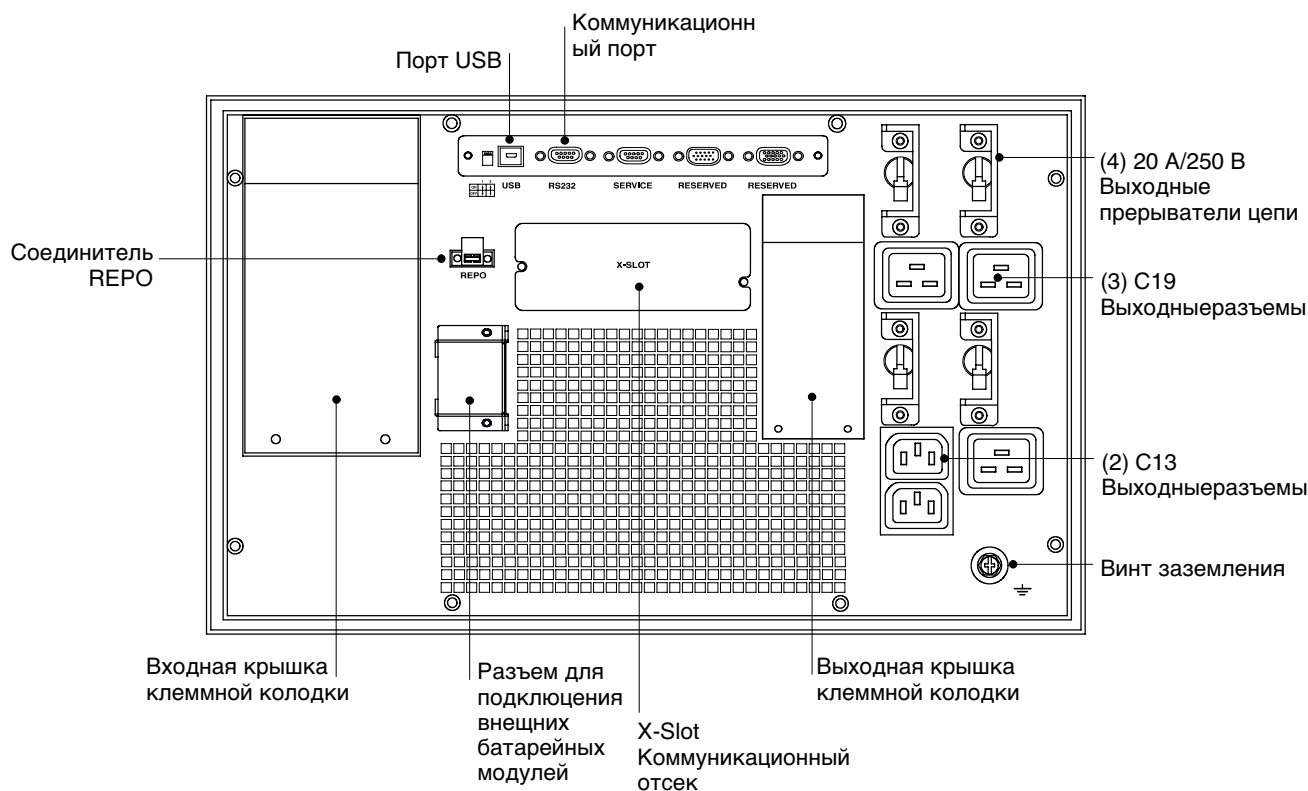

Рисунок 28. Задняя панель ИБП с фиксированным соединением
1. Убедитесь, что все выключатели цепи находятся в выключенном [OFF (O)] положении.
4. Снимите крышки клеммных колодок входа и выхода и сохраните их (см. рис. 28).
14. Если стойка снабжена разъемами для заземления или соединения незаземленных металлических частей, подсоедините провод заземления (не входит в комплект поставки) к винту заземления. См. рис. 28 на стр. 26 для определения местоположения винта заземления.
15. Подключите оборудование, которое необходимо защитить, к выходным розеткам ИБП, но не включайте оборудование. (см. рис. 28 на стр. 26).